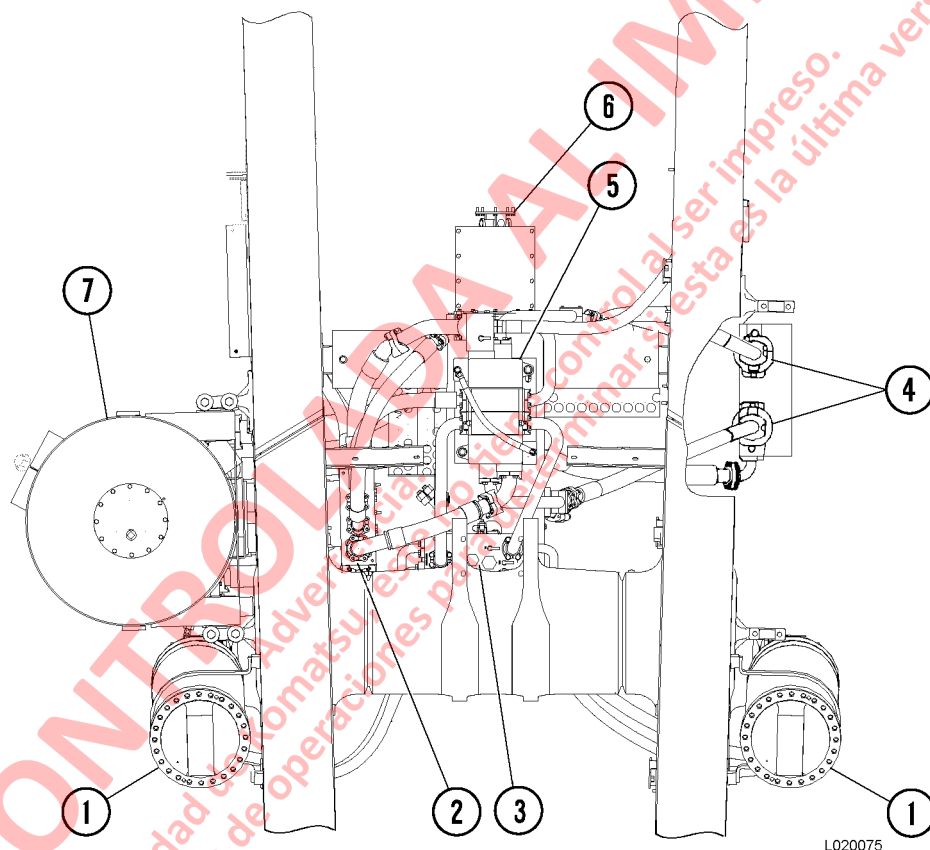

FIGURA 8-1. TUBERÍAS Y VÁLVULA DE ELEVACIÓN
6. Retire los pernos y arandelas de seguridad que fijan la válvula de elevación (5, Figura 8-1)
2. Conecte las líneas hidráulicas en los acoples de la brida con un O-ring nuevo. Apriete los pernos de la brida al torque estándar. Consulte la Figura 8-1 para ver la ubicación de la línea hidráulica.